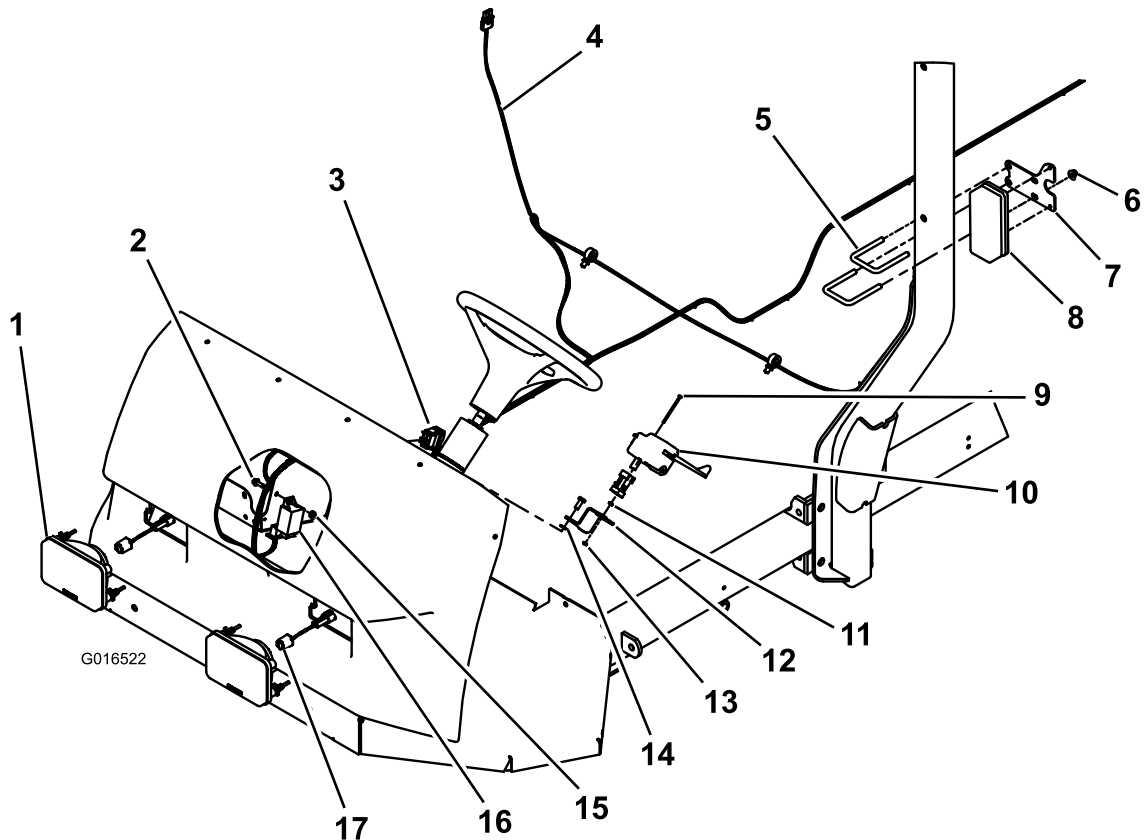

Figure 1
3. Insérez les phares neufs (Figure 1) et fixez-les avec les attaches retirées à l'étape 2.
Posez un feu de position de chaque côté de l'arceau de sécurité, à 147 centimètres au-dessus du sol par rapport au sommet du support, comme illustré à la Figure 1.
1. Retirez les 2 boulons situés à gauche de la colonne de direction (Figure 1).
Fixez la centrale clignotante avec une vis à embase à tête hexagonale et un écrou hexagonal à embase (Figure 1).